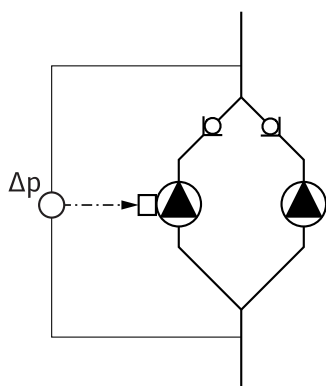

Fig. 18: Piemērs, spiediena starpības sensora pieslēgums
- Fig. 18 piemērā galvenais sūknis plūsmas virzienā ir kreisās puses sūknis. Pie šī sūkņa jāpieslēdz spiedienu starpības sensors.
- Galvenā sūkņa spiedienu starpības sensora mērīšanas punktiem jāatrodas divu sūkņu iekārtas sūkšanas un spiediena puses caurulēs (Fig. 18).